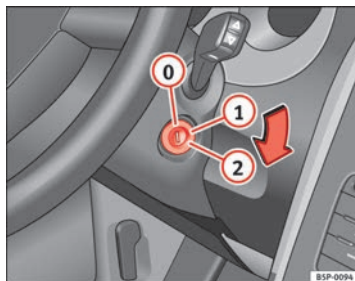

Fig. 135 Positions de la clé de contact
Dans cette position ⇒ fig. 135 l'allumage et le moteur sont déconnectés, ce qui peut bloquer la direction.
- Amenez la clé de contact en position ⇒ fig. 135 ①. Le témoin  s'allumera en cas de préchauffage du moteur. ►
- Lorsque le témoin s'éteint, tournez la clé en position ② pour lancer le moteur sans appuyer sur l'accélérateur.
- Amenez la clé de contact en position ⇒ fig. 135 ①.